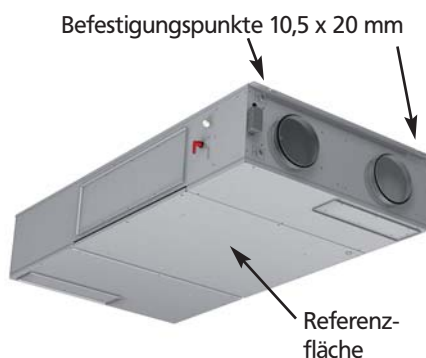

Abb. 5: Montageschienen,
**Achtung!** Die Kühleinheit muss immer waagrecht montiert werden, damit das Wasser, wenn nötig, aus dem Wärmetauscher ablaufen kann. Die Referenzfläche für die waagrechte Montage ist die flache Unterseite des Deckels (s. Abb. 5)